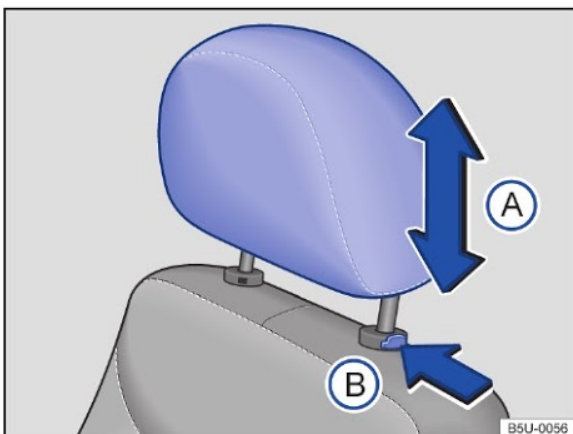

Fig. 59 Apoio para cabeça dianteiros: ajustar.
- Empurrar o apoio para cabeça para cima ou para baixo na direção da seta → Fig. 59 (A) → ⚠ em *Introdução ao tema* na página 72.